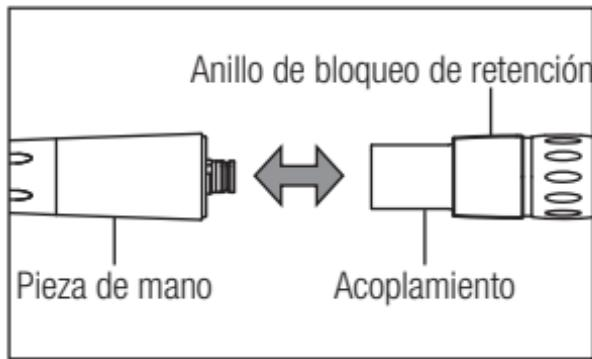

Fig. 2
**X450L/X450** (1) Conexión
- 1) Inserte la pieza de mano en el acoplamiento. (Fig. 2)
Tire hacia atrás del anillo de bloqueo de retención y retire la pieza de mano del acoplamiento. (Fig. 2)